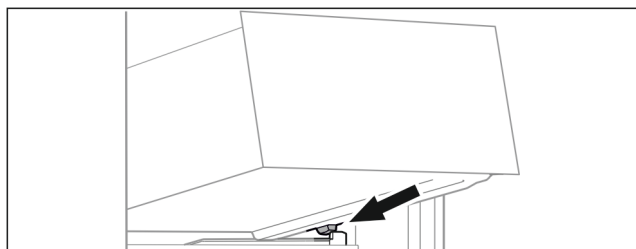

Fig. 82
- ▶ 将抽屉斜放在容器肋梁上的止动器后面。(参见 Fig. 82)